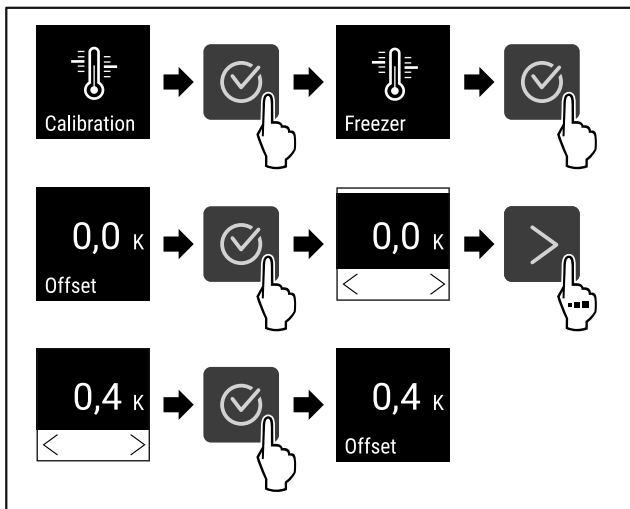

Fig. 95
- Eseguire i passi (vedere Fig. 95).